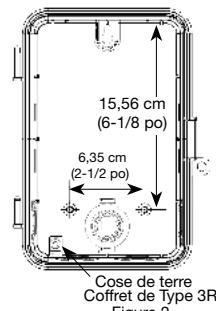
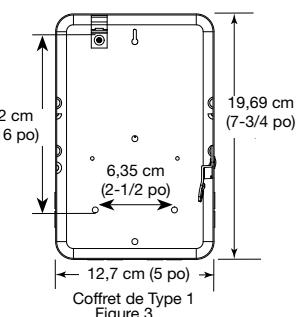

Figure 2
Figure 3
- Placer le coffret dans l'emplacement de montage désiré et marquer les trois trous de montage (consulter la Figure 2 pour le Type 3R et la Figure 3 pour le Type 1 ci-dessous). Commencer par installer la vis supérieure dans la surface de montage et par suspendre le coffret sur la tête de vis à travers la boutonnière; puis visser les deux vis restantes dans les trous du bas.